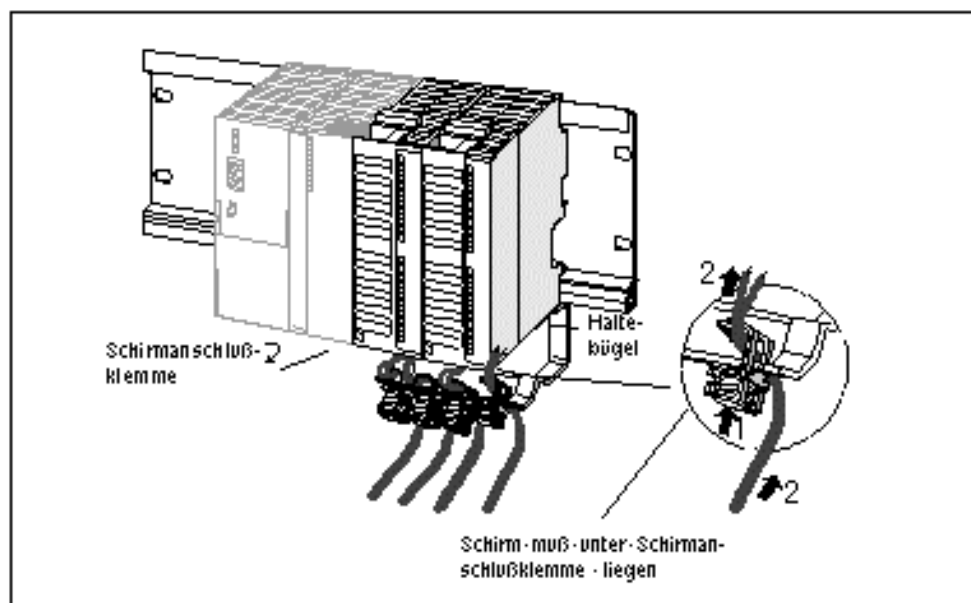

Рис. 5–6. Наложение экранированных 2–проводных кабелей на элемент для обеспечения контакта с экраном
3. Клемма для подключения экрана имеет с нижней стороны колодку с прорезью. Прижмите в этом месте клемму для подключения экрана к краю хомутика (см. рис. 5–6)
На одну клемму для подключения экрана можно зафиксировать всегда только один или два экранированных кабеля (см. рис. 5–6 и таблицу 5–4). Зажимайте кабель за экран, с которого удалена изоляция. Длина лишенного изоляции кабельного экрана должна составлять не менее 200 мм. Если Вам нужно более 4 клемм для подключения экрана, начинайте подключение с нижнего ряда элемента для обеспечения контакта с экраном.